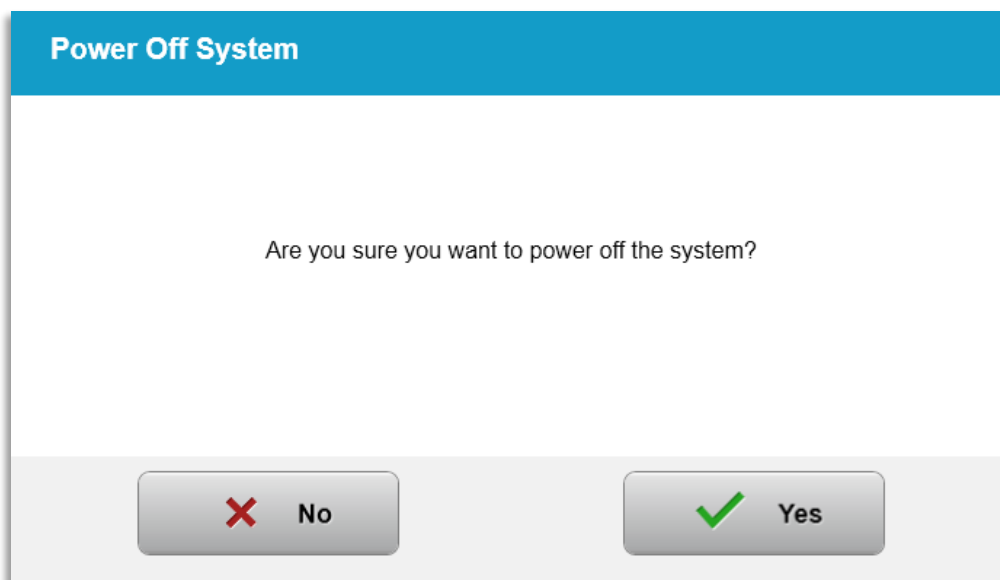

Figura 3-48. Conferma dello “spegnimento”
- Confermare lo spegnimento del sistema selezionando “Yes” (Sì) come mostrato nella Figura 3-48.